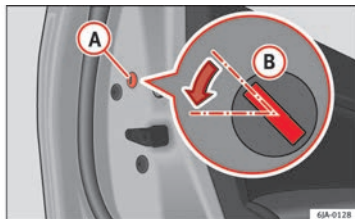

Fig. 48 Porta traseira: trancar de emergência.
- Retire a tampa **A** ⇒ Fig. 48.